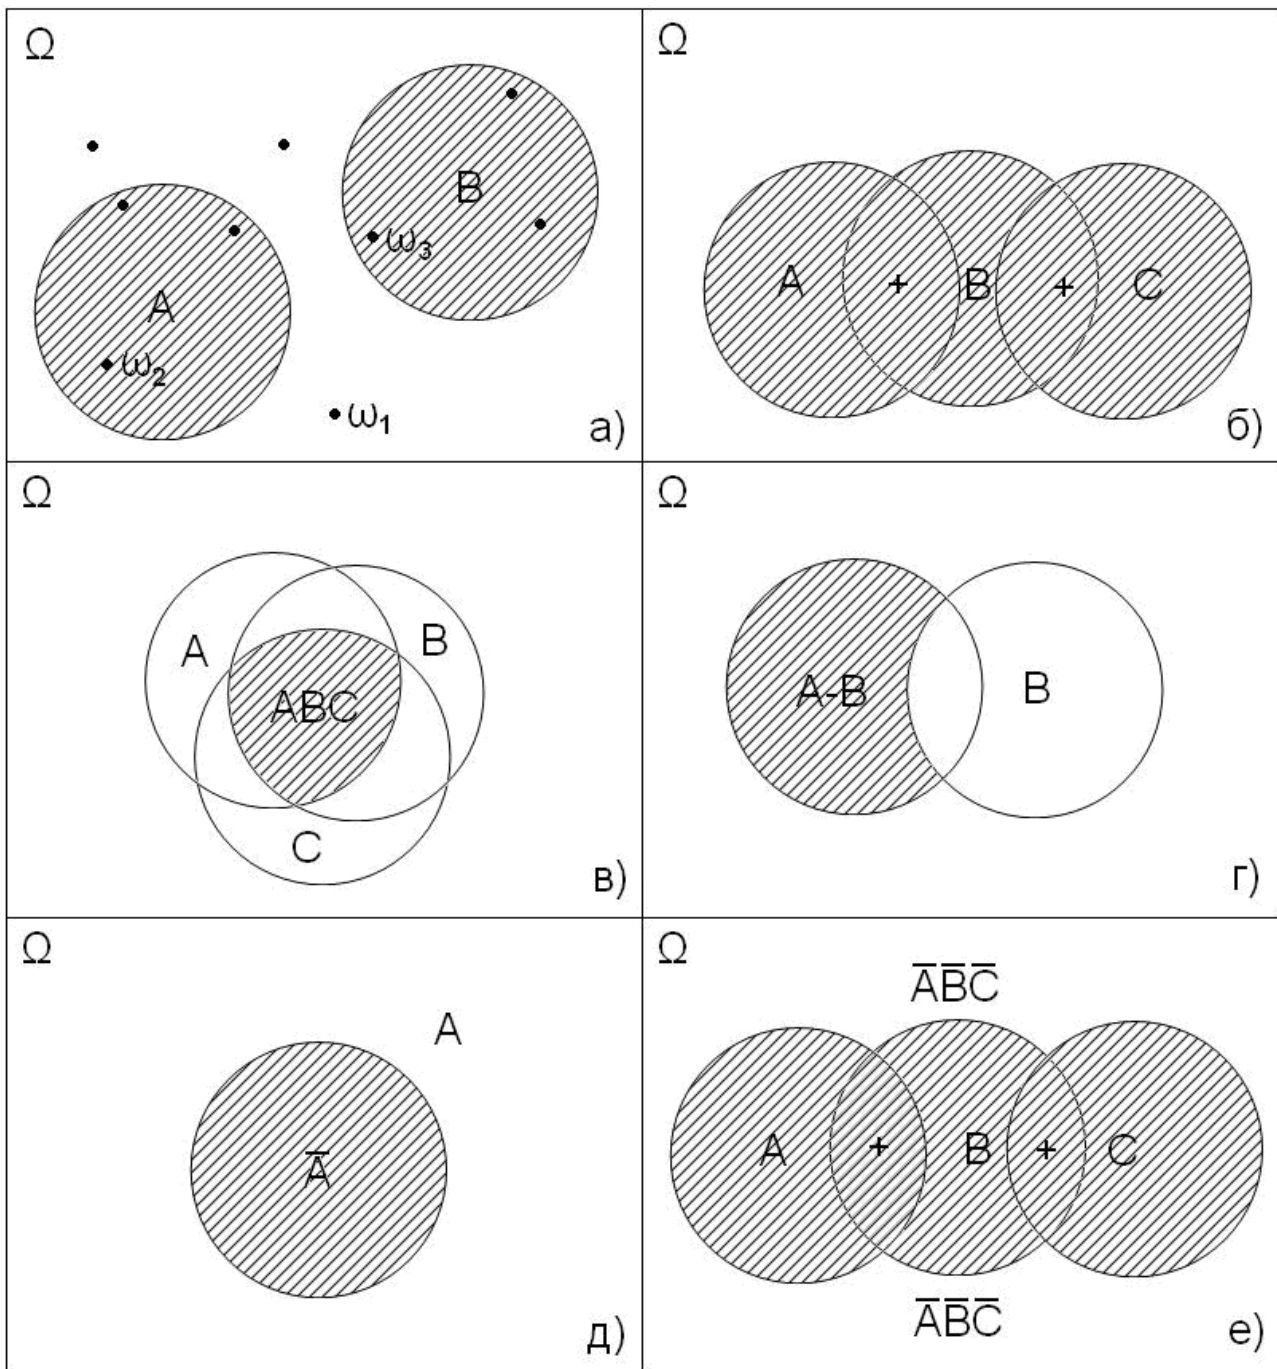

Рисунок 1 – Геометрическая интерпретация событий
Часто для наглядности множество  $\Omega$  изображают в виде некоторой геометрической фигуры (кривой линии, области на плоскости, пространственного тела или просто нескольких точек пространства). При этом элементарные события  $\omega$  изображаются точками, а события  $A, B, \dots$ , - частями фигуры  $\Omega$  (рисунок 1а).
**Суммой**  $A+B+C$  нескольких событий называется событие, состоящее из всех тех элементарных событий  $\omega$ , которые принадлежат хотя бы одному из слагаемых  $A, B, C$  (рисунок 1б). В реальной ситуации сумма  $A+B+C$  считается наступившей, если выполнено хотя бы одно из условий  $A, B, C$ .
**Произведением**  $ABC$  нескольких событий  $A, B, C$  называется событие, состоящее из всех тех элементарных событий  $\omega$ , которые принадлежат всем сомножителям  $A, B, C$  (рисунок 1в). В реальной ситуации произведение считается наступившим, если выполнены все условия: и  $A$ , и  $B$ , и  $C$ .
**Разностью**  $A-B$  событий  $A$  и  $B$  называется событие, состоящее из всех тех элементарных событий  $\omega$ , которые входят в  $A$ , но не входят в  $B$  (рисунок 1г).
Событие  $\bar{A} = \Omega - A$  называется **противоположным** событию  $A$  (рисунок 1д). Очевидно, что  $A + \bar{A} = \Omega$  и  $A\bar{A} = \emptyset$ . Логически  $\bar{A}$  («не  $A$ ») означает полное **отрицание** условия  $A$ , при этом  $\overline{\bar{A}} = A$ . Нетрудно убедиться, что отрицание суммы равно произведению отрицаний: